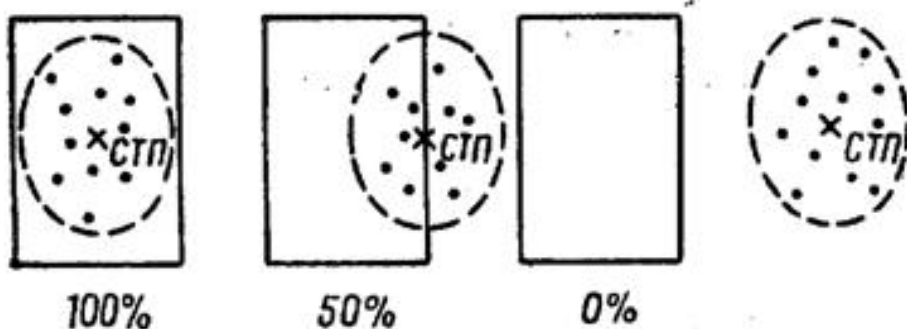

Рис.11. Зависимость вероятности попадания от СТП.
- от положения средней точки попадания относительно центра цели (рис. 11); чем ближе средняя точка попадания к центру цели, тем более кучной частью площади рассеивания будет накрываться цель, тем больше